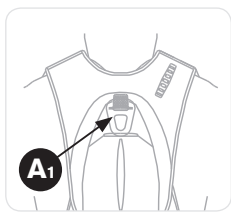

Figura 17
- Conecte o mosquetão da passadeira com absorção de energia ao ponto de fixação de proteção contra queda marcado A₁ (consulte a Figura 17). A₁ é o único ponto de fixação que fará com que a função de resgate do Latchways PRD funcione.